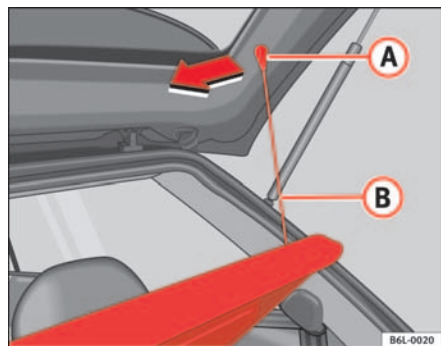

Fig. 84 Bandeja portaobjetos
- Desenganche los tirantes ⇒ fig. 84 **B** de los alojamientos **A**